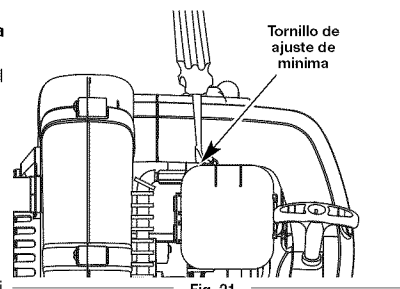

Fig. 21
La velocidad mínima del motor puede ser ajustada. Un tornillo de ajuste de mínima esta entre la cubierta del filtro del aire y la cubierta del motor (Fig. 21).
2. Mueva el control de crucero hacia la posición LENTO y dejar que el motor marcha en vacío. Si el motor se para, inserte un destornillador Phillips pequeño en el orificio de la cubierta del motor (Fig. 21).